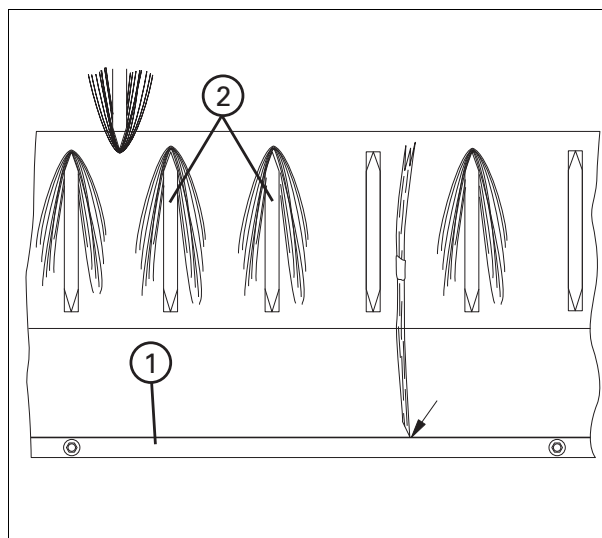

Рис. 4.
Пшеница, рожь, ячмень и овес. Поперечная штанга (1) должна быть в положении (А), а контр-нож (2) в положении (I), (II) или (III), в зависимости от требуемой длины измельчения и содержания воды в культуре. В положении (I) воздействие является максимальным, и влажная культура может застрять в контрножах, в результате чего возрастает расход энергии. Если солома начинает застревать в фиксированных ножах, ножи следует повернуть вниз на одну или две позиции. Если контрножи (2) повернуты вниз, скошенная масса проскальзывает по ножам и легко измельчается, (рис. 4). Вместо поворота фиксированных ножей на одну позицию вверх рекомендуется использовать поперечную штангу. Использование поперечной штанги позволяет сократить расход энергии и повысить эффективность резки соломы в большей степени, чем поворот фиксированных ножей на одну позицию вверх из позиции (II) в позицию (I). Повышение эффективности резки соломы требует увеличения мощности, что может повлиять на производительность комбайна. Очень важно правильно отрегулировать соломорезку с учетом, как эффективности измельчения, так и производительности комбайна.